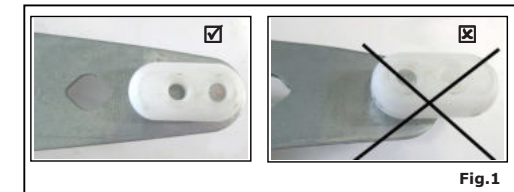

Fig.1
- Inserire il pattino, orientato come da fig.1 nella guida del cristallo.
- Insérer le patin comme indiqué sur la fig.1. dans le guide de la vitre.
- Insert the sliding block into the glass run channel as shown in the figure 1.